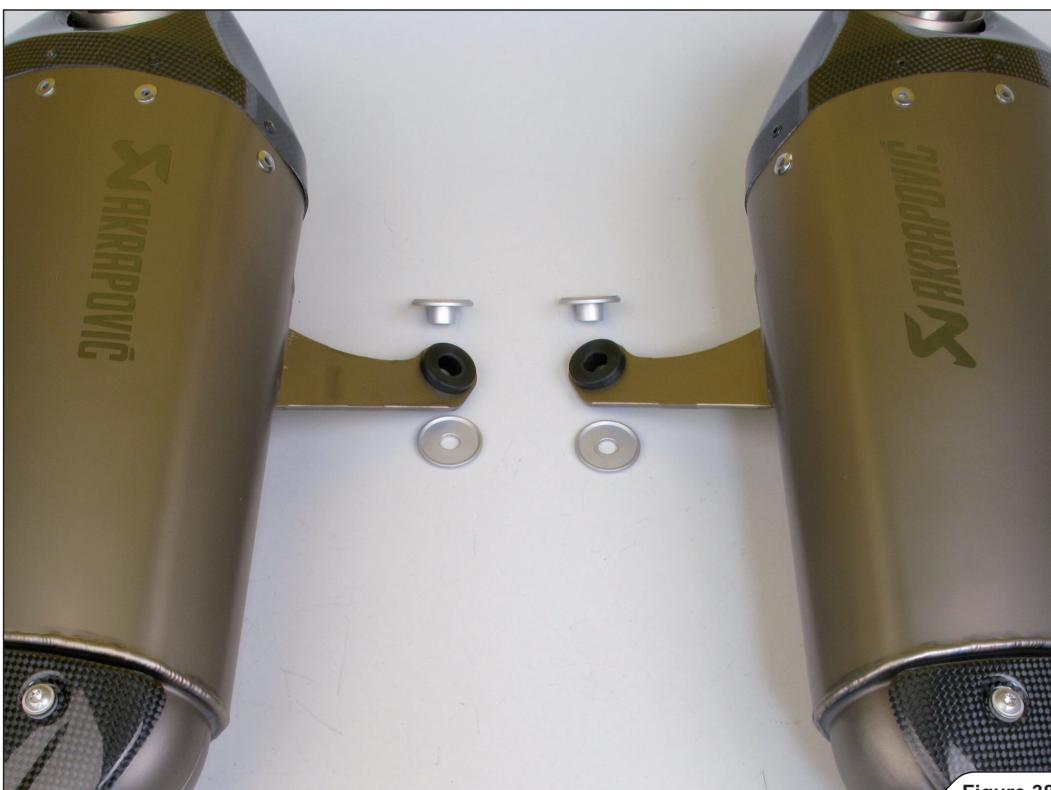

Figure 38
- サイレンサーのゴム製プラケット上にアルミ製ブッシュとボルトを正しく取り付けます (図 38, 39)。